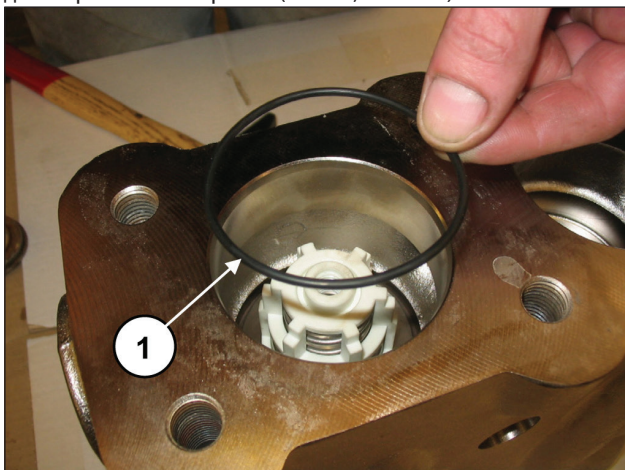

Рис. 110
Вставьте уплотнительное кольцо поз. №17 на детализировочном чертеже (поз. ①, Рис. 110).